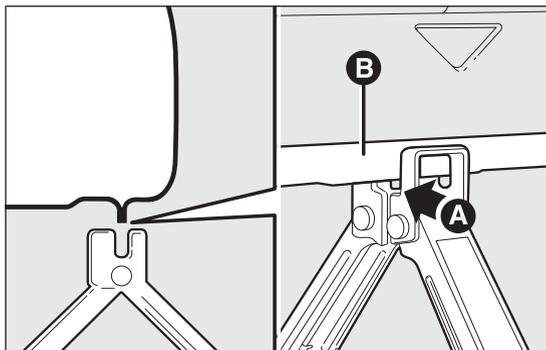

fig. 130
- ❑ azionare il cric in modo da distenderlo fino a quando la scanalatura **A** fig. 130 del cric si inserisce correttamente sul profilo inferiore **B** ricavato sul longerone;